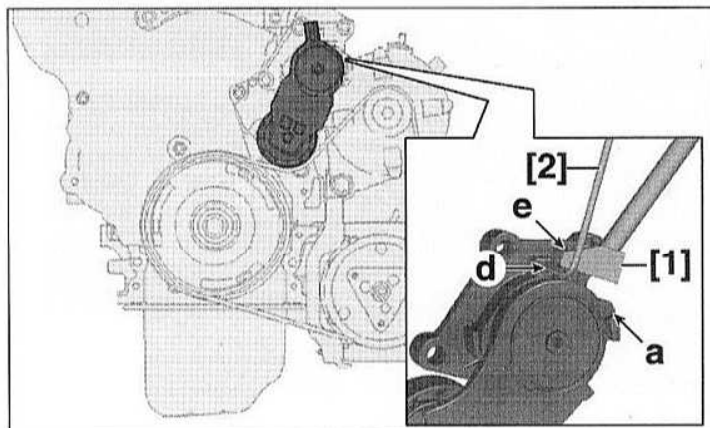

FIG.4
- Positionner l'outil [1] en (e) (Fig.4).